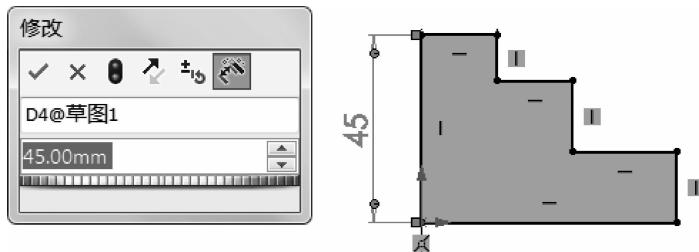
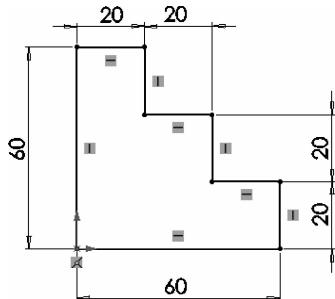

图 1-26 在微调框中输入“60mm”
图 1-27 最终完成的阶梯台零件模型的草图
(4) 标注尺寸。
① 单击【智能尺寸】按钮，完成某个尺寸标注（如“45”）的同时弹出【修改】对话框。
② 在微调框中输入“60mm”（见图 1-26），单击 按钮，完成尺寸的修改。按同样方法标注并修改其他尺寸，最终完成的草图如图 1-27 所示。